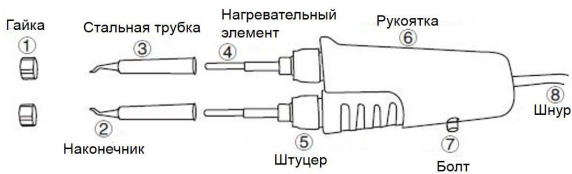

Рис. 2 Замена наконечника
- Замена наконечника (Рисунок 2)